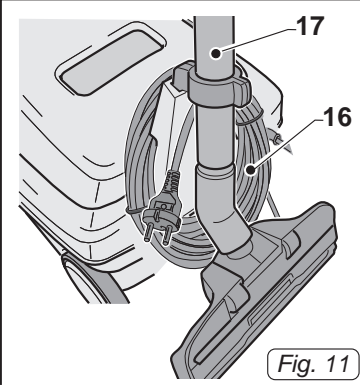

Fig. 11
- Смотать кабель(16 Рис.11) и подвесить его в специальном гнезде, затем закрепить жесткую трубу (17 Рис. 11) в специальном креплении.